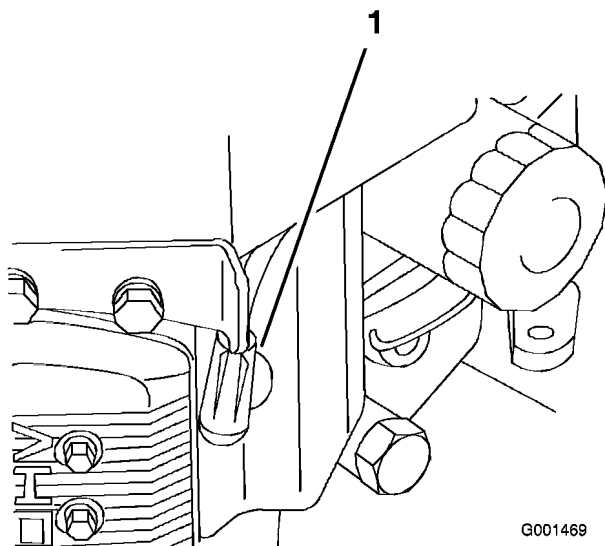

Figura 35
3. Desconecte los cables de las bujías (Figura 35).